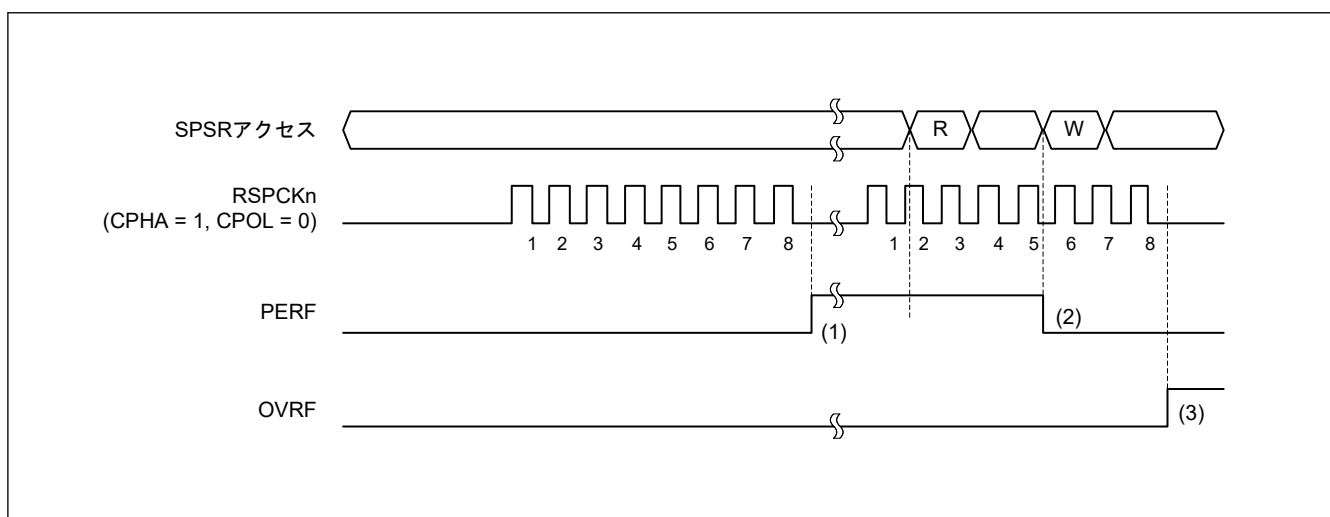

図 26.29 OVRF フラグおよび PERF フラグの動作例
図 26.29 に、OVRF フラグと PERF フラグの動作例を示します。図 26.29 に記載の SPSR アクセスは、SPSR レジスタへのアクセス状況を示しています。W は書き込みサイクル、R は読み出しサイクルを示しています。この例では、SPCR.TXMD ビットが 0、SPCR2.SPPE ビットが 1 の状態で全二重同期式シリアル通信を行います。SPCMD0.CPHA ビットが 1、SPCMD0.CPOL ビットが 0 の設定で、SPI が 8 ビットのシリアル転送を実行しています。RSPCK_n 波形の下に記載した数字は、RSPCK サイクル数 (= 転送ビット数) を示しています。
以下に、図 26.29 の (1)~(3) に示したタイミングでのフラグの動作内容を説明します。